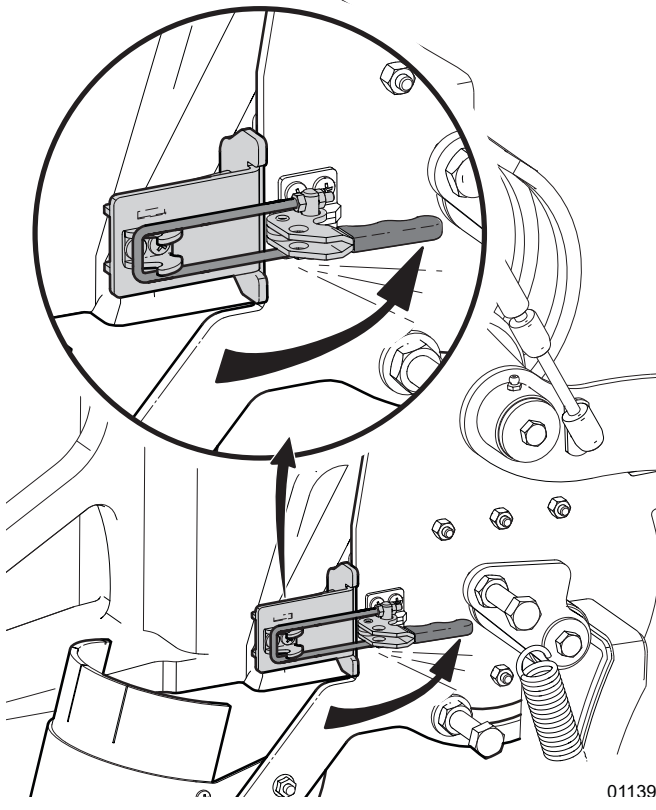

Figure 38 – Fermez le loquet du support
5. Fermez le loquet sur le loquet de l'adaptateur pour fixer la tronçonneuse au support. Consultez la *Figure 38* à la page 49.